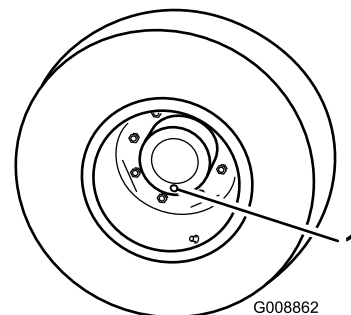

Figura 69
1. Coloque a máquina numa superfície nivelada e posicione a roda de forma a que um dos tampões de verificação/escoamento (Figura 69) se encontre na sua posição mais baixa (6 horas).